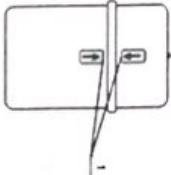

Рис. 2 - Расположение стрелок-указателей при установке верхней крышки на основную ёмкость
6.5 Установите верхнюю крышку на основную ёмкость так, чтобы стрелки, указатели (1), расположенные на боковых поверхностях верхней крышки и основной ёмкости, оказались друг напротив друга, при этом чёрные аноды должны быть внутри керамического стакана, а светлые катоды - снаружи его (рис. 2). Осторожно осадите верхнюю крышку на основную ёмкость до упора.